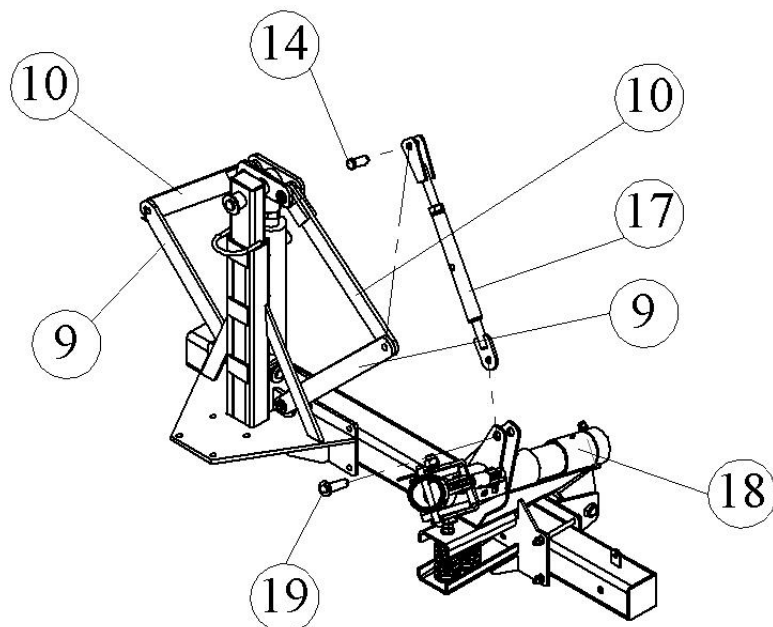

Рис. 4.3.2. Сборка подъёмного устройства ГКП-8
4.3.6. Соедините талреп подъёма (17) (рис. 4.3.2) с одной стороны с тягами нижней (9) и верхней (10) с помощью пальца (14) Ø16x40, а с другой стороны с поворотным рычагом (18) с помощью оси (19) Ø20x73 мм. Палец зафиксируйте шплинтом Ø4x32, а ось шплинтом Ø4x50.
4.7.5. Отрегулируйте талрепами подъема (14) (рис. 4.3.2) угол складывания боковых секций таким образом, чтобы при включении гидрораспределителя трактора в положение «плавающее», боковые секции под собственным весом раскладывались в рабочее положение. Обычно это приблизительно 5°.
С помощью талрепов подъема (поз. 14, рис. 4.3.2) добейтесь необходимого давления рабочих пальцевых колес на почву.